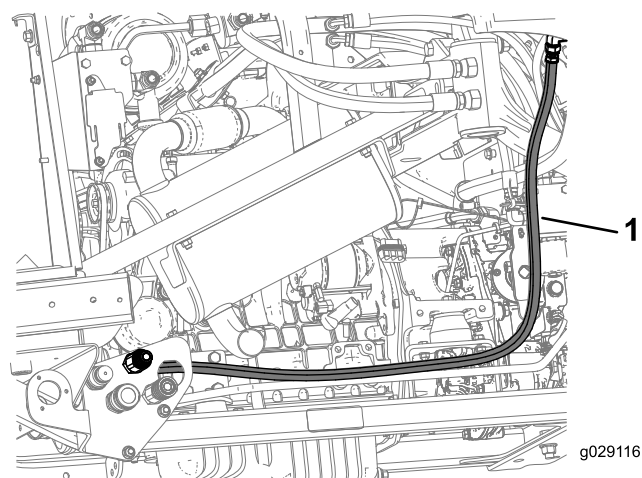

Figura 25
5. Instale o tubo hidráulico A da união de 90° (3/8 x 3/8 pol. macho) na união do anteparo (2,57 pol.) na união do acoplador rápido (1/2 fêmea x 1/2 pol. macho) no conjunto do anteparo como se mostra na Figura 25.